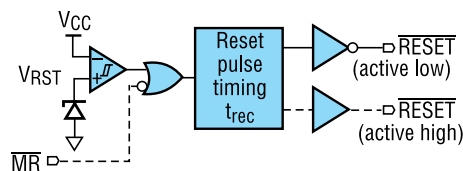

Рис. 1. Структурная схема супервизора общего назначения
**Супервизоры общего назначения** (табл. 1, рис. 1) разделяются по числу входных контролируемых каналов (от одного до пяти), дополнительному входу принудительного сброса (например, внешняя кнопка RESET), активному